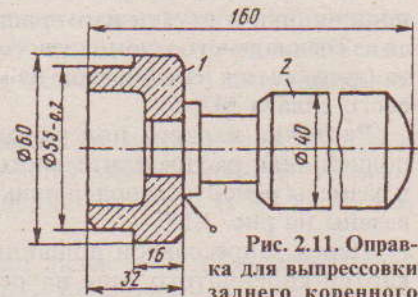

Рис. 2.11. Оправка для выпрессовки заднего коренного подшипника: 1 - оправка; 2 - ручка оправки
- ✓ введя отвертку под заднюю манжету коленчатого вала, выпрессовать манжету, снять маслоотражательные шайбы и, используя оправку (рис. 2.11), выпрессовать задний подшипник коленчатого вала, предварительно отогнув ус стопорной шайбы, вывернуть болт и снять стопор.